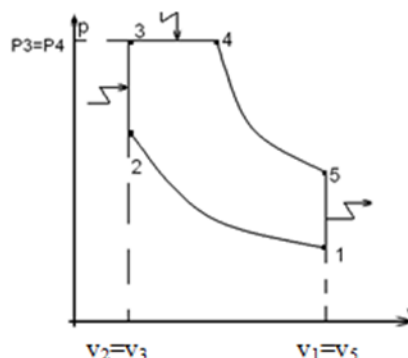
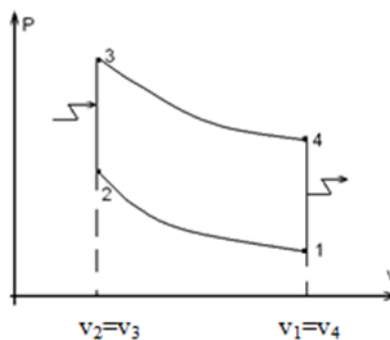

рисунок 4
рисунок 5
4).рисунок 4      5). рисунок 5